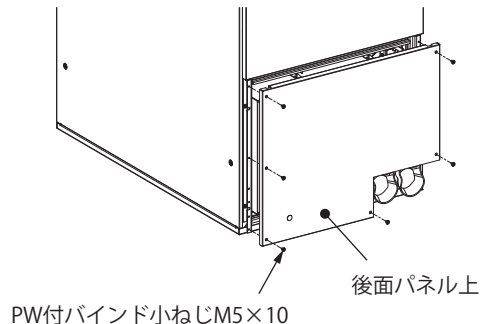

図25
- ②後面パネル上をPW付バインド小ねじM5×10(6か所)で取り付けてください(図25)。